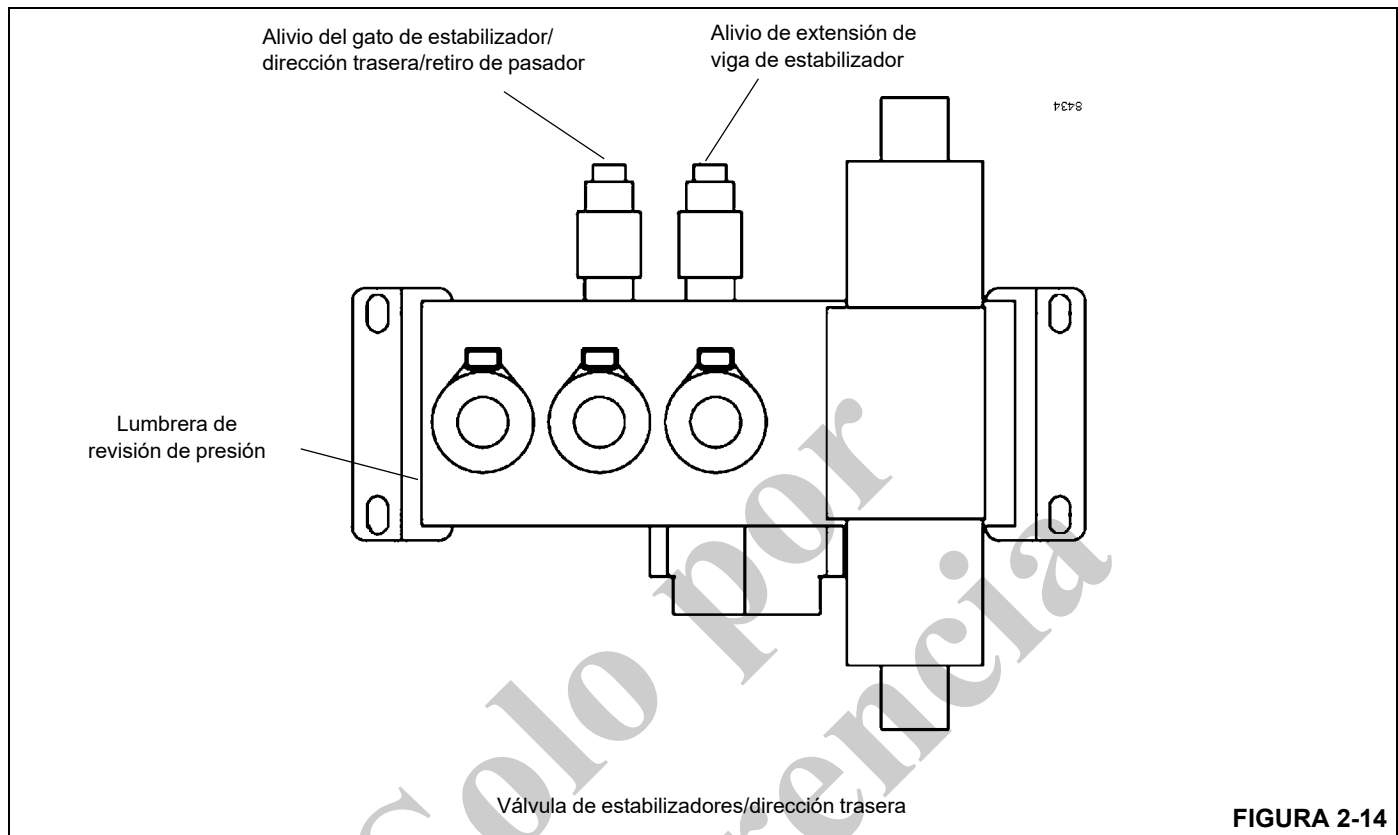

FIGURA 2-14
1. Retire la tapa e instale un manómetro (Figura 2-14) en la lumbrera de revisión de presión de la válvula de estabilizadores/dirección trasera.